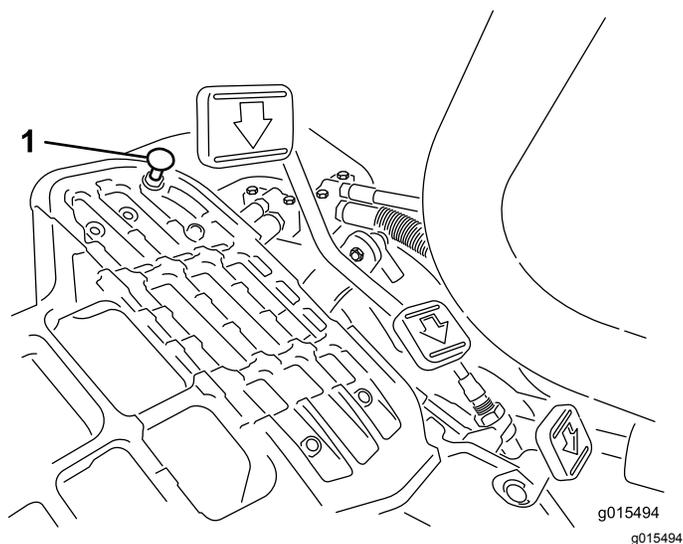

Рисунок 45
Для получения максимальной транспортной скорости переведите рычаг функционального управления в положение ТРАНСПОРТИРОВКА и нажмите на педаль тяги. Если педаль касается упора (Рисунок 45) до того, как на тросике начинает ощущаться натяжение, выполните следующую регулировку:
1. Переведите рычаг функционального управления в положение ТРАНСПОРТИРОВКА и ослабьте контргайку крепления упора педали к полу (Рисунок 45).